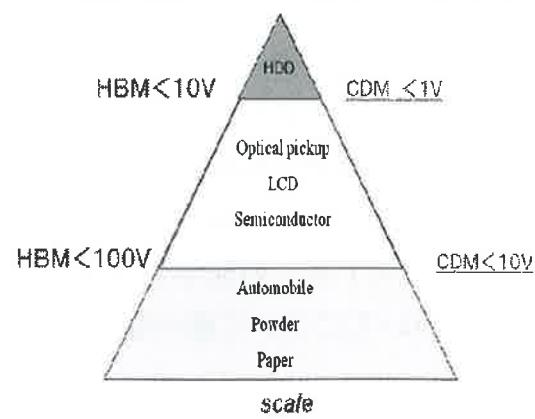
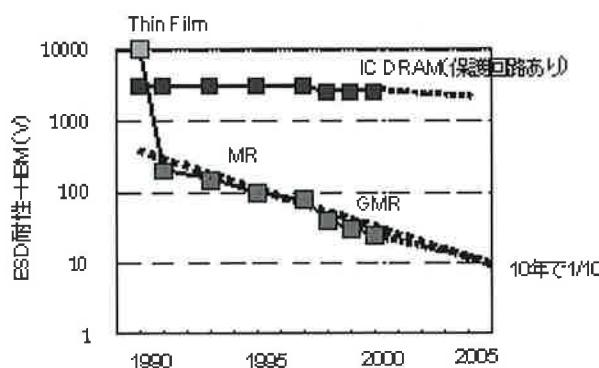
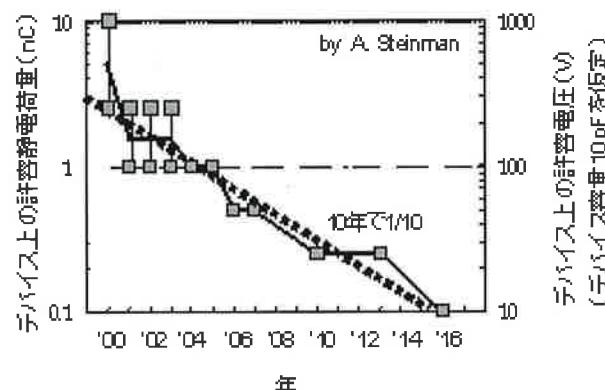

図1 静電気破壊対策のハイアラキー
図2 磁気ヘッドの静電気耐力
図3 半導体デバイスの静電気耐力
IT (Information Technology) 社会やユピキタス社会、クラウドコンピューティングに対応し多くの電子情報機器が使われている。それらを支えるナノテクノロジーは基幹技術として注目され、その応用は、材料、デバイスをはじめ、光、エレクトロニクス、医療、バイオ、環境、エネルギーなど幅広い分野に及ぶことが期待されている。ナノテクノロジーを用いたデバイスは、小さくできるという利点の反面、静電気に弱くなるという欠点をもつ。よって、電子機器の破壊による重要な情報の損失や、誤動作による安全の欠如など、電子機器へ信頼性の要求はより一層高まっている。また、携帯電話を始めとする電子機器の高周波や高帯域化に伴い、静電気放電に起因する電磁波の影響も懸念されている。つまり、生命の安心・安全、情報の安心・安全のといった観点からの対策が非常に重要である。特に、HDD(ハードディスク)をはじめとするストレージシステムには大容量のデータが蓄積される。この技術を支えるナノデバイスにGMRヘッド(巨大磁気抵抗効果型磁気ヘッド)やTMRヘッド(トンネル効果型抵抗効果型磁気ヘッド)があり、その静電気耐力は全ての電子デバイスの中で一番小さい(図1)。また、静電気耐力は10年で1/10となっている(図2)。このGMR/TMRヘッドは磁性薄膜の積層された磁気デバイスであり、そのESD現象には、電圧による絶縁破壊、電流によって発生する熱による溶融破壊とともに、電流によって発生する磁界による磁気的破壊、狭いギャップにおける高電界強度でのフィールドエミッション現象も起こるなど、破壊のモードは、電圧、電流、磁界、熱、力、電磁波等、複雑多岐に渡る。今後、半導体をはじめとする電子デバイスのトレンドは年々弱くなり(図3)、新たなる対策が必要とされる。さらに、電子機器の高周波化・高帯域化が進んでおり、コンデンサやダイオード、保護回路等での対策は高周波の観点で限界がある。これまでの半導体を用いた電子デバイスの静電気対策は、100Vでの管理を基準とし、①人体帶電モデルに代表される人体帶電の防止、②チャージデバイスモデルに代表されるデバイス帶電の防止、③静電気管理エリアへの帶電物の持ち込み禁止等によるものである。また、半導体に於いては、保護素子による対策を行ってきた。